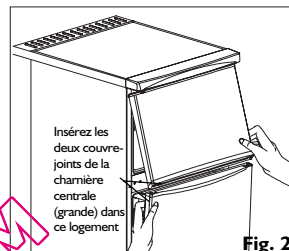

Fig. 2
2. Dégagez soigneusement les portes des compartiments réfrigérateur et congélateur avec la charnière centrale, en les tirant lentement vers vous (Fig. 2).